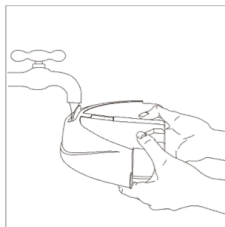

FIGURE 10
2. Ouvrez le clapet d'entrée d'eau et videz le réservoir (Figure 10).